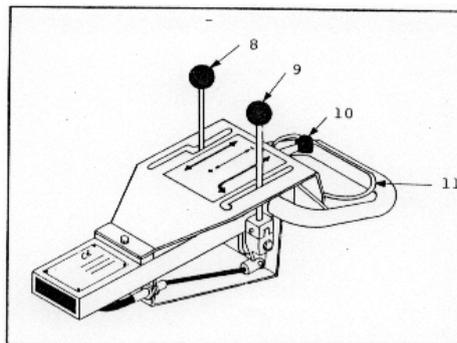

Fig. 3
### **PALANCA MARCHA ADELANTE / ATRAS (8) FIG. 3**
**PALANCA DE VIBRACION (9) FIG. 3**
**PALANCA DEL ACELERADOR (10) FIG. 3**
**PALANCA DE SEGURIDAD (11) FIG. 3**
- Colocar la palanca de vibración (Fig. 3, nº 9) en la posición de bloqueo.
- Colocar la palanca del acelerador (Fig. 3, nº 10) al máximo y *esperar un lapso de tiempo para que el motor se caliente*. Colocar la palanca de marcha (Fig. 3, nº 8) en la posición deseada.
- El rodillo se pone en movimiento apretando al mismo tiempo la palanca de seguridad (Fig. 3, nº 11) hacia abajo y la palanca de marcha (Fig. 3, nº 8). El mecanismo incorporado de enganche, traba la palanca de marcha, con lo que ésta ya puede soltarse.
- Para cambiar al sentido opuesto, hay que soltar la palanca de seguridad (Fig.3, nº 11), poner la palanca de marcha (Fig. 3, nº 8) en la posición deseada y repetir la operación.
- En el momento de soltar la palanca de seguridad (Fig. 3, nº 11), la de marcha (Fig. 3, nº 8), se coloca inmediatamente en posición neutra de parada (*palanca de hombre muerto*).
Al soltar la palanca de vibración (Fig. 3, nº 9), de uno de los enganches, se acciona el vibrador, con el rodillo en movimiento o parado.
- Poner la palanca del vibrador (Fig. 3, nº 9) en la posición de bloqueo.
- Colocar el mando del acelerador (Fig. 3, nº 10) al mínimo.